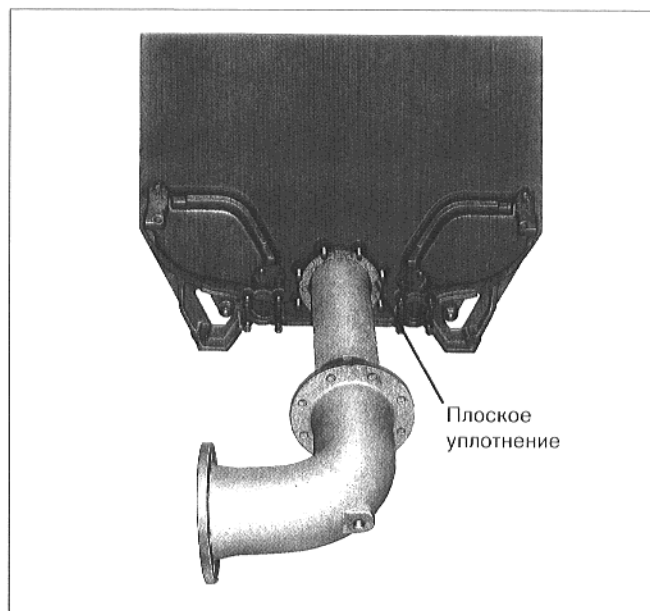

Рис. 24
- Вставить у возвратной линии котла плоское уплотнение. Вставить питающую трубу сзади в возвратную линию котла и привинтить фасонную деталь возвратной линии к заднему элементу (рис. 24).